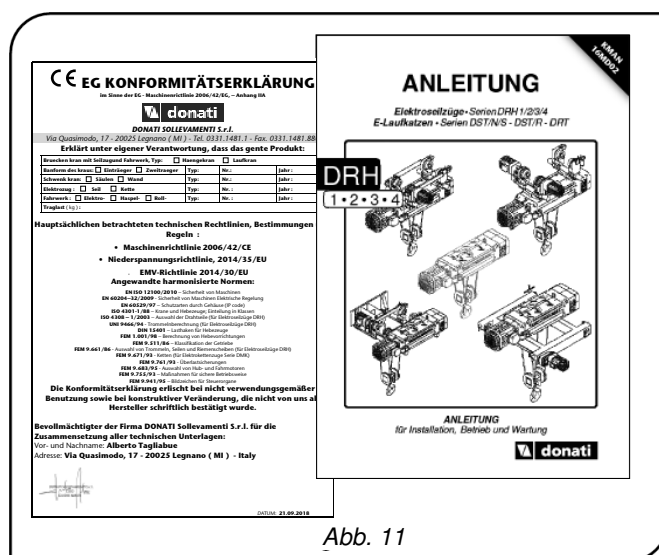

Abb. 11
- die technischen/rechtlichen Unterlagen vollständig sind. Die folgenden Unterlagen müssen mitgeliefert werden (Abb. 11):